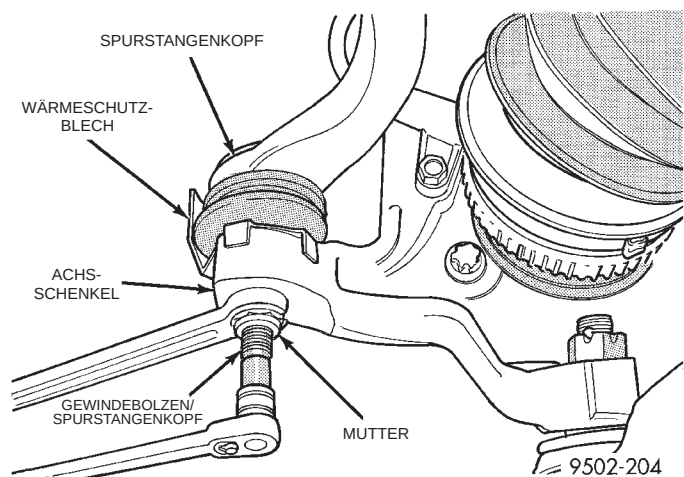

**Abb. 7 Befestigungsmutter vom Spurstangenkopf abschrauben**
(5) Beide Vorderräder abbauen.
(6) Die Muttern der beiden Spurstangenköpfe von den Achsschenkeln lösen (Abb. 7). **Die Muttern der Spurstangenköpfe nur nach der folgenden Anleitung lösen. Den Gewindebolzen des Spurstangenkopfes mit einem 11/32-Zoll-Steckschlüssel festhalten und die Mutter mit einem Ringschlüssel lösen (Abb. 7).**